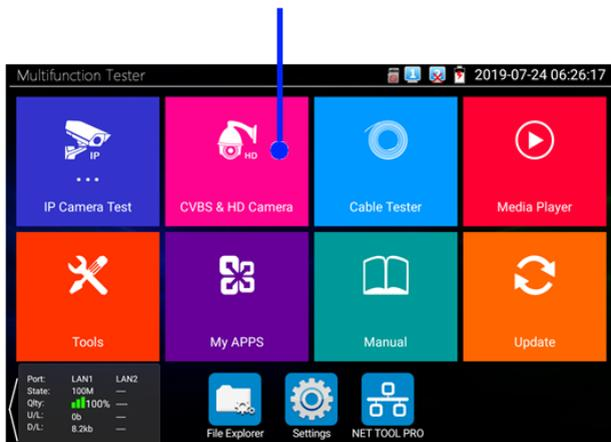

Рис. 6 Раздел с приложениями для просмотра изображения с AHD/TVI/CVI или CVBS видеокamer, пример работы приложения AutoHD
- 3) Зайдите в раздел CVBS & HD Camera (если включен LITE режим просмотра меню тестера рис.6, если выключен – найти иконки соответствующих приложений самостоятельно). Выбрать необходимое приложение для просмотра изображения с видеокамеры (CVI, AHD, TVI, CVBS) или приложение AutoHD (мультиформатный вариант приложения)